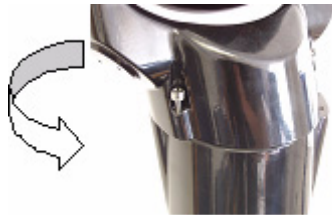

Bild 5.3 Abwinkeln
3. Halten Sie das untere Kameragehäuse unterhalb des Schwenkgelenks fest, und drehen Sie dann das obere Kameragehäuse, wie in *Bild 5.3* unten abgebildet, im Uhrzeigersinn, bis das Kameragehäuse um 180° gedreht wurde. Der obere Teil der Kamera befindet sich nun im 45°-Winkel (abgewinkelt).